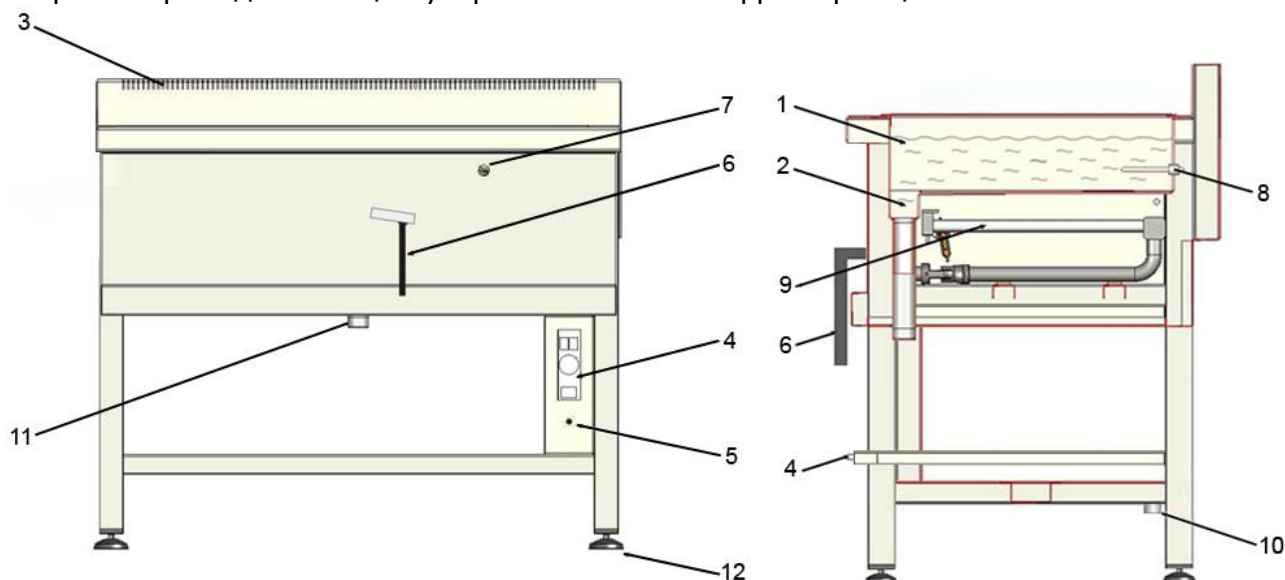
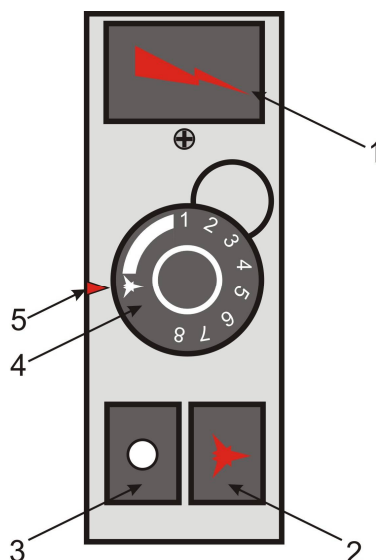
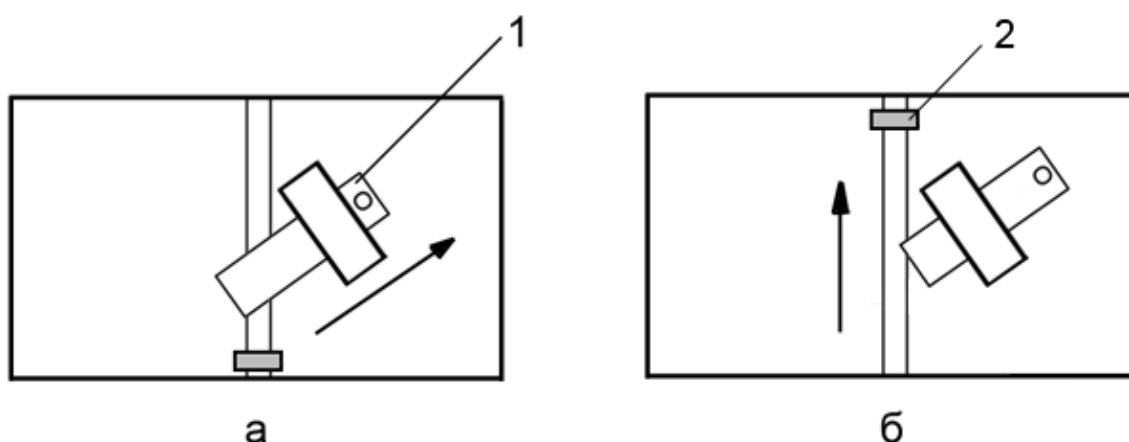

Рис.1. Устройство фритюрницы
Рис.2. Блок управления фритюрницей
Рис.4. Рычаг для слива масла
На рис.1 приведено общее устройство газовой фритюрницы.
Фритюрница выполнена на открытой подставке из нержавеющей стали с регулируемыми по высоте ножками 12 (рис.1).
- блок управления 4 (рис.2);
- убедитесь, что сливной кран 11 (рис.1) закрыт. Если кран открыт, закройте его;
- Проконтролируйте, чтобы сливной кран 1 (рис.1) был высушен от остатков воды и был закрыт. В случае если сливной кран открыт, масло будет сливаться в резервуар, находящийся под краном.
- Установите ручку регулировки температуры 4 (рис.2) в положение «розжиг запальной горелки», при котором символ ★ на ручке совпадает с риской 5 (см. рис.2).
- Нажмите и удерживайте кнопку розжига запальной горелки 2 (рис.2).
- Удерживая кнопку 2, несколько раз нажмите кнопку пьезорозжига 1 (рис.2) до розжига запальной горелки. Если запальная горелка не зажглась, отпустите обе кнопки и вновь попробуйте зажечь запальную горелку.
- После появления пламени в запальной горелке, удерживайте кнопку 2 (рис.2) нажатой в течение 10 секунд до срабатывания предохранительного клапана. Проследить за пламенем запальной горелки можно через смотровое отверстие 7 (рис. 1), располагающееся на лицевой панели устройства. Если запальная горелка погасла, следует повторить процедуру розжига.
- Убедившись, что пламя запальника постоянно и стабильно, поверните ручку 4 (рис. 2) против хода часовой стрелки и установите необходимую температуру масла в соответствии с таблицей 2. При повороте ручки крана против хода часовой стрелки – кран открывается и осуществляется розжиг основной горелки.
- Для временного отключения устройства поверните ручку крана по ходу часовой стрелки, в положение «розжиг запальной горелки», при этом символ  на ручке совпадает с риской 5 (рис.2) – основная горелка гаснет, а запальная горелка остается зажженной («дежурный режим»).
- Для того, чтобы полностью отключить устройство необходимо нажать на кнопку 3 (рис.2).
После срабатывания автоматики, чтобы заново включить устройство, дождитесь пока температура масла упадет до рабочей и нажмите кнопку «сброс»  защиты от перегрева 5 (рис.1), выкрутив перед этим черный защитный колпачок 1 (рис. 3).
Кнопка «сброс» 5 (рис.1) располагается на лицевой панели устройства под блоком управления 4 (рис.1).
- Откройте замок 1 (рис.4а), потянув его вверх (рис.4б)
- Откройте сливной кран 11 (рис. 1), располагающийся под ванной. Для этого приподнимите рычаг 2 (рис. 4б) вверх, масло потечет через фильтр в резервуар.